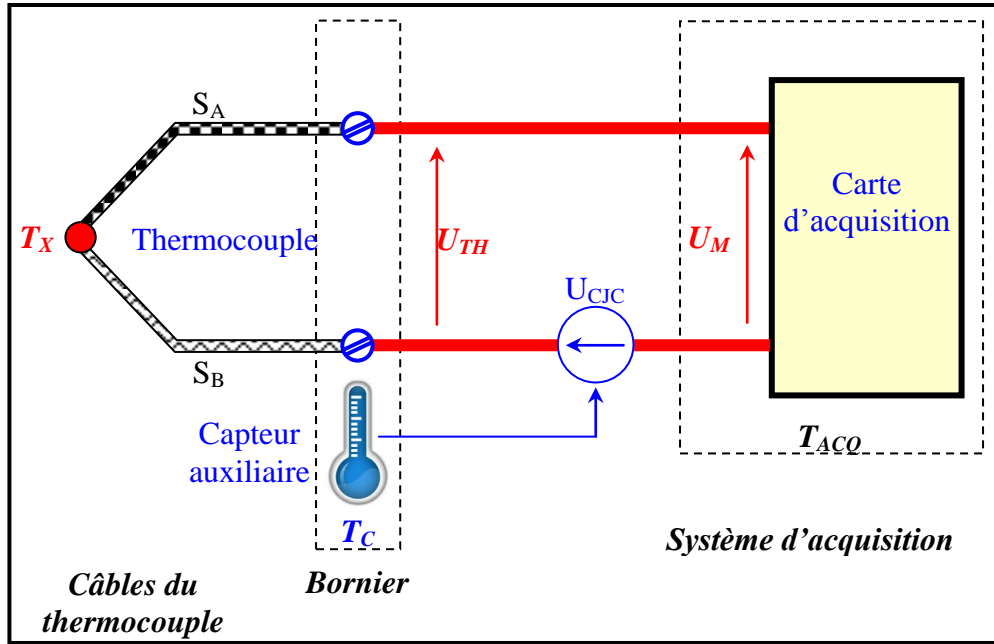
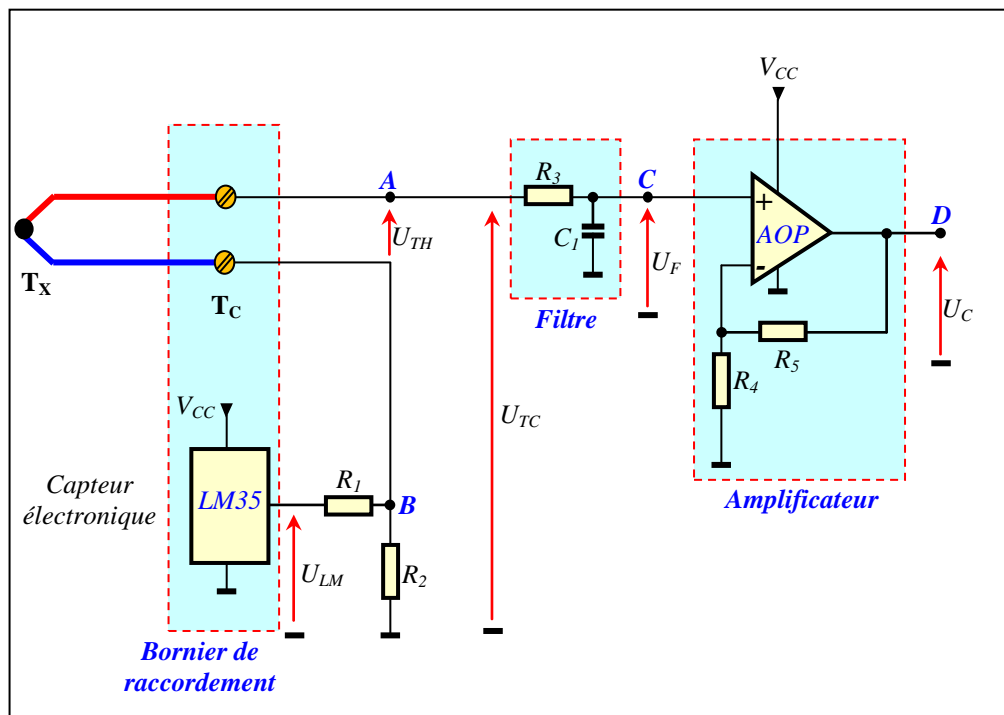

Figure 7
Figure 8
La relation (2) montre que la tension mesurée U_M dépend de la température inconnue T_X à mesurer et de la température T_C de l'environnement du bornier du raccordement du thermocouple au système d'acquisition. On appelle T_X la température de « la jonction chaude » et T_C la température de « la jonction froide ». L'utilisation de l'eau glacée, pour compenser la température de la jonction froide et rendre U_M dépendant uniquement de T_X , n'est pas une solution pratique. La figure 7 (page 9) donne le schéma de principe d'une solution de compensation facile à réaliser, qui consiste à mesurer la tension image de la température T_C du bornier par un autre capteur auxiliaire, représentée par la tension U_{CJC} , et la réinjecter dans la maille de mesure du thermocouple.
La figure 8 représente un exemple de schéma de montage implémentant la compensation de T_C suivant le principe de la figure 7, où le capteur auxiliaire est un capteur électronique de type LM35.
Le filtre $\{R_3, C_1\}$ (Figure 8) réduit l'effet des hautes fréquences des interférences électromagnétiques qui altèrent le système d'acquisition. La fonction de transfert d'un tel filtre est de la forme :
L'amplificateur (Figure 8) permet d'adapter le signal représentant la température T_X au convertisseur analogique/numérique (ADC) du microcontrôleur.